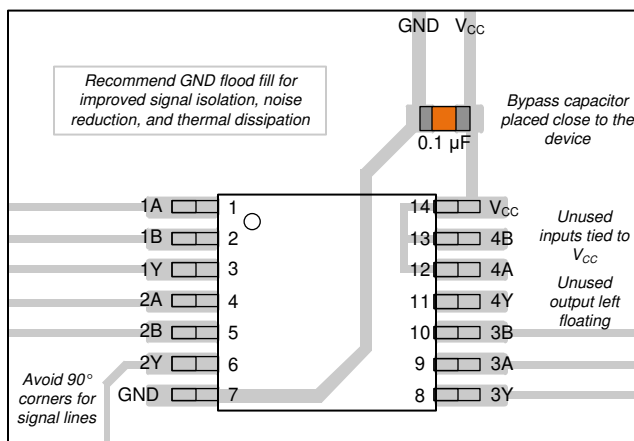

図 8-3. SN74LVC132A-Q1 のレイアウト例
1. V_{CC} と GND の間にデカップリング コンデンサを追加します。このコンデンサは、物理的にデバイスの近く、かつ V_{CC} ピンと GND ピンの両方に電氣的に近づけて配置する必要があります。レイアウト例を 図 8-3 に示します。
電源には、「**推奨動作条件**」に記載された電源電圧定格の最小値と最大値の間の任意の電圧を使用できます。電力障害を防止するため、各 V_{CC} 端子にバイパス コンデンサを配置する必要があります。このデバイスには $0.1\mu\text{F}$ のコンデンサを推奨します。複数のバイパス コンデンサを並列に配置して、異なる周波数のノイズを除去することが許容されます。一般的に、 $0.1\mu\text{F}$ と $1\mu\text{F}$ のコンデンサは並列に使用されます。図 8-3 に示すように、バイパス コンデンサを電源端子のできるだけ近くに配置すると最適な結果が得られます。